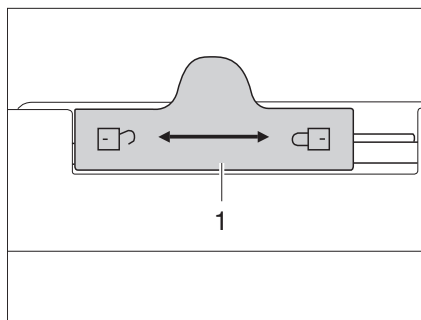

Fig. 139 Bloqueo de la puerta del frigorífico (Dometic de la serie 7)
- Empujar el bloqueo (Fig. 139,1) hacia la izquierda "🔓".
- Empujar el bloqueo (Fig. 139,1) completamente hacia la derecha "🔒".